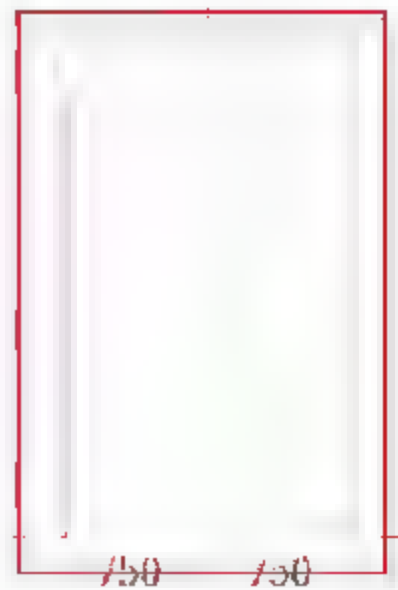

图 6.2.10 绘制门框
(9) 绘制 FM1534 乙门框。选择“创建”→“拉伸”命令,进入“修改|编辑拉伸”界面,用菜单中的绘制工具绘制门框,绘制完成后,单击√按钮,完成绘制,如图 6.2.10 所示。